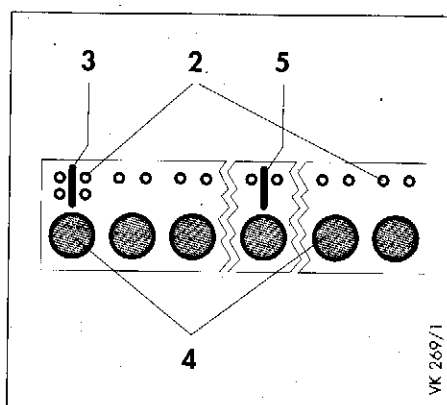

Рис. 10.6 Схема укладки керамических стержней
- Для очистки трубок горелки (4) необходима снять керамические стержни (2).
- Керамические стержни (2) снимаются следующим образом:
- Вытощите фиксаторы стержней (1).
- Выньте из гнезд керамические стержни (2).
- Трубки горелки (4) очистить в области затора первичного воздуха и выходных отверстий мягкой кистью или щеткой (но не стальной щеткой!).
- Очистите сопла горелки (6), электроды розжига (5) и ионизационный электрод (3).
- Вставьте керамические стержни (2) на прежнее места, следуя схеме укладки, показанной на рис. 10.6.
- Установите на прежнее место фиксаторы стержней (1).